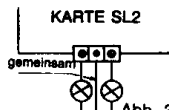

Abb. 3
3.C) Diese Karte hat eine Dreifach-Klemme, deren mittlere an den gemeinsamen Draht (blau) der beiden Lampen angeschlossen wird; die beiden anderen Klemmen werden an die Rückleitung der Lampen (siehe Abb. 3) angeschlossen.